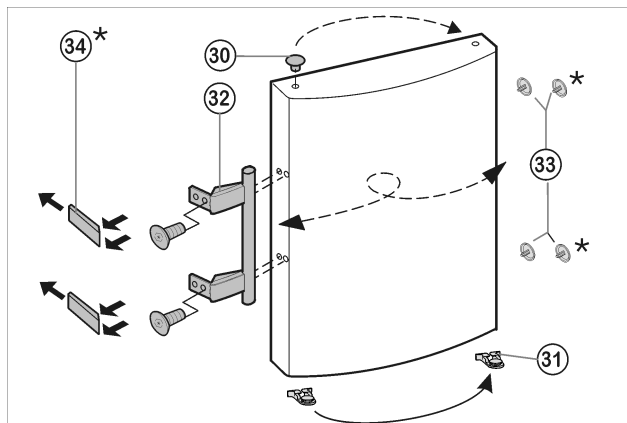

Fig. 8
- ▶ Retirar o tampão Fig. 8 (30) do casquilho do apoio da porta e inverter a posição.
- ▶ Desmontar a pega da porta Fig. 8 (32), os tampões Fig. 8 (33) e as placas de pressão\* Fig. 8 (34) e voltar a montá-los no lado oposto.